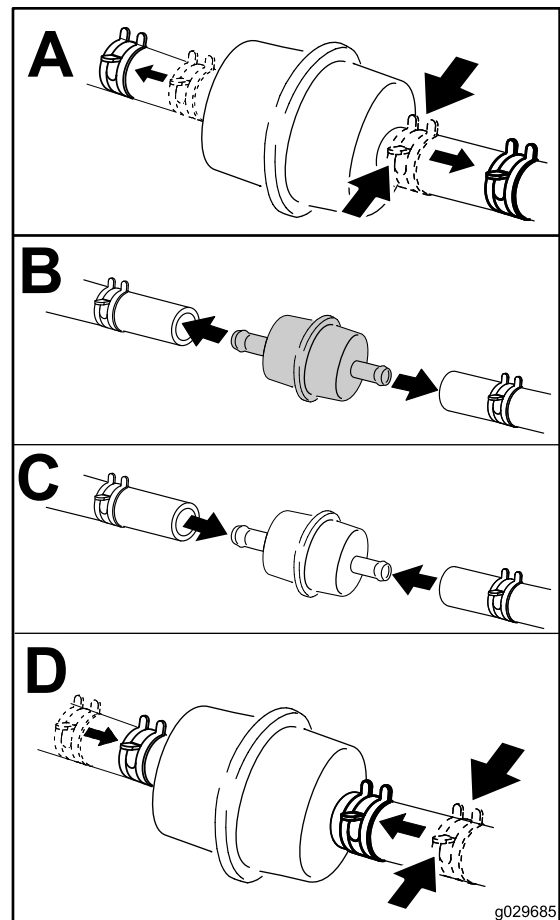

Figura 47
6. Coloque un recipiente limpio debajo del filtro de combustible y cambie el filtro de combustible, como se muestra en la Figura 47.